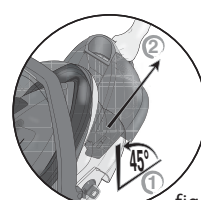

fig. 4
- Retirez le réservoir d'eau amovible à l'aide de la poignée (située à l'avant du générateur) - fig.4.